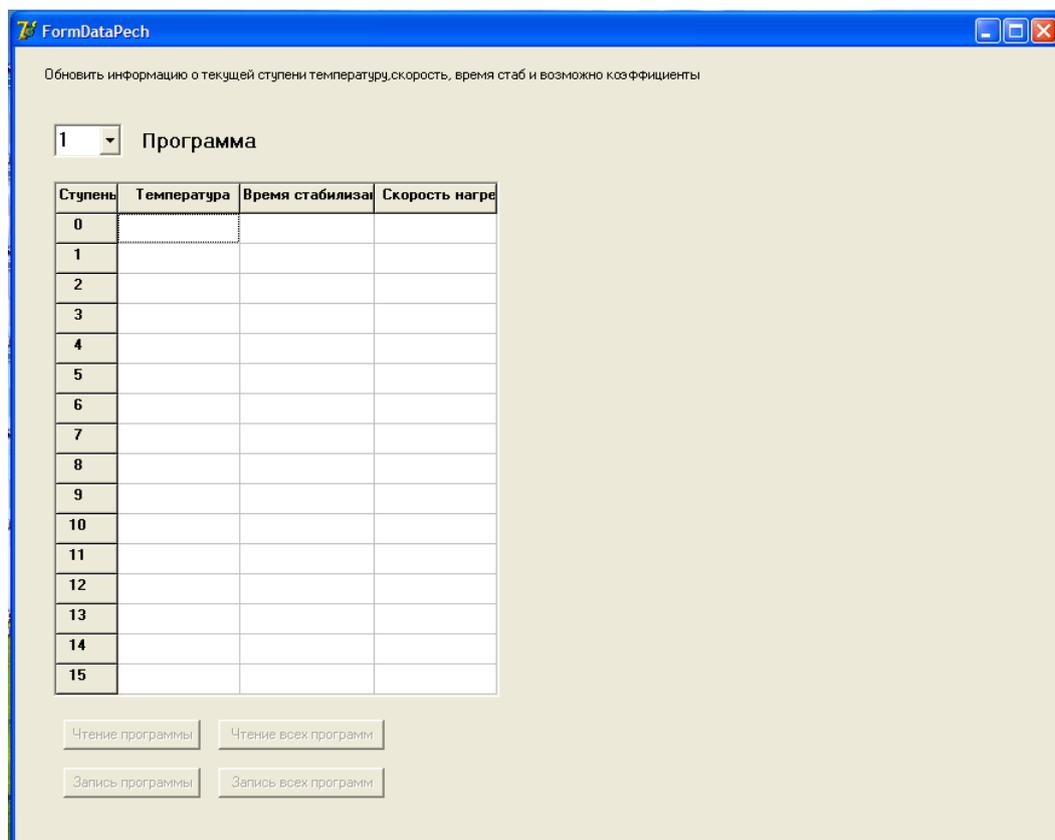

Рис. 6.
- 4.9 Для ускорения ввода рабочих программ в контроллер печи предназначена кнопка “Данные печи”. При ее нажатии появляется окно, соответствующее рис. 6.